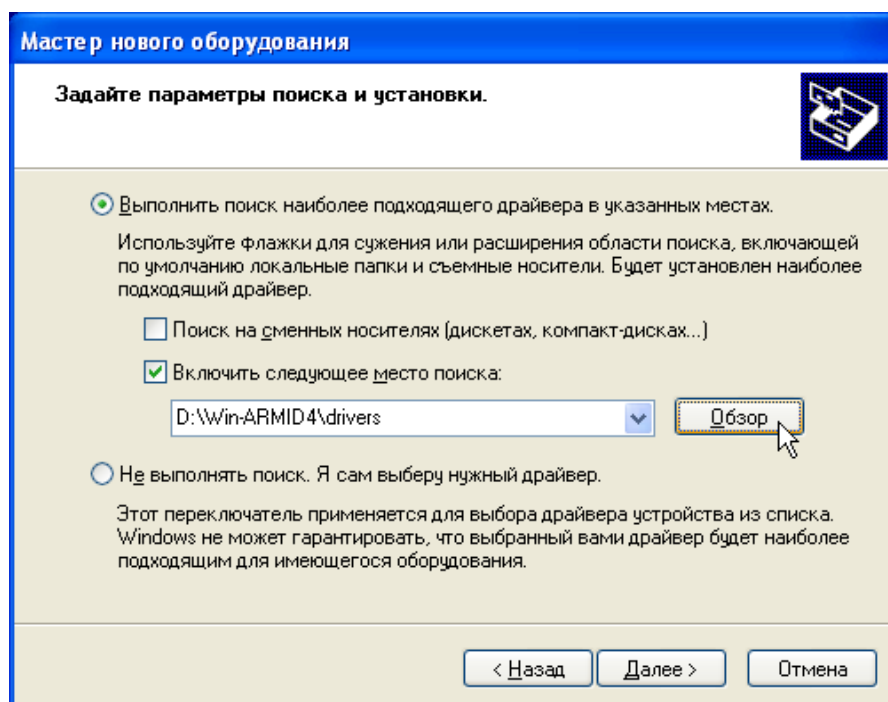

Рис.3. Окно "Поиск файлов драйвера".
2.5. Нажать кнопку **"Далее"**, появится окно поиска файлов драйвера (рис.3). Установить флажки в полях поиска, как показано на рис.3, нажать кнопку «Обзор» и найти место расположения inf-файла драйвера, который расположен в подкаталоге `\drivers\`, находящемся в каталоге, где был установлен модуль работы с течеискателем Т-2001М.